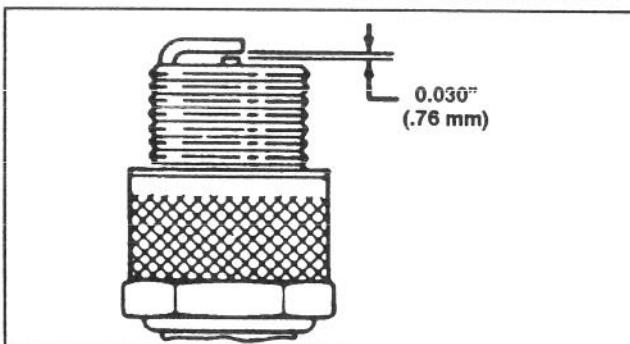

Abb. 18
- Den Luftspalt auf 0,76 mm einstellen (Abb. 18). Die auf den korrekten Abstand eingestellte Zündkerze mit einer Dichtungsscheibe versehen und auf 20 N·m anziehen.